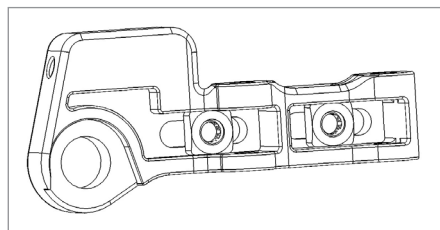

Figure 4
7. Répétez les étapes 3, 4 et 5 pour la patte du côté sans chaîne (figure 4).